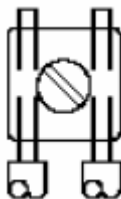

Рис. 1: Схема подключения проводников к клемме оповещателя.
3. Все оповещатели имеют встроенные винтовые контактные клеммы для подключения внешних электропроводов. К каждому контакту допускается подключать до двух проводников сечением 0.75 – 2.0 кв.мм. Перед подключением проводника, необходимо снять с него слой защитной изоляции на 8...9мм. В целях с контролем целостности, все подходящие и отходящие проводники должны подключаться именно так, как показано на Рис.1. Это необходимо для правильной работы схемы контроля – при изъятии оповещателя, шлейф должен механически повреждаться, поэтому разные участки кабеля должны соединяться между собой не иначе как через клеммы оповещателя.